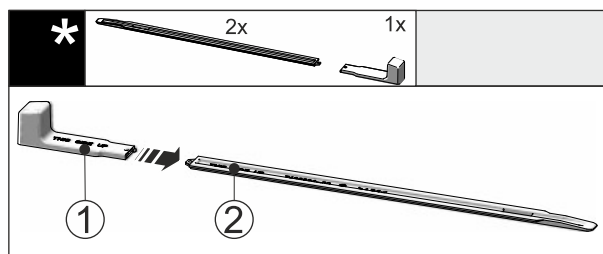

Fig. 49
- Τοποθετήστε τη λαβή τοποθέτησης Fig. 49 (1) στη ράγα ευθυγράμμισης Fig. 49 (2).